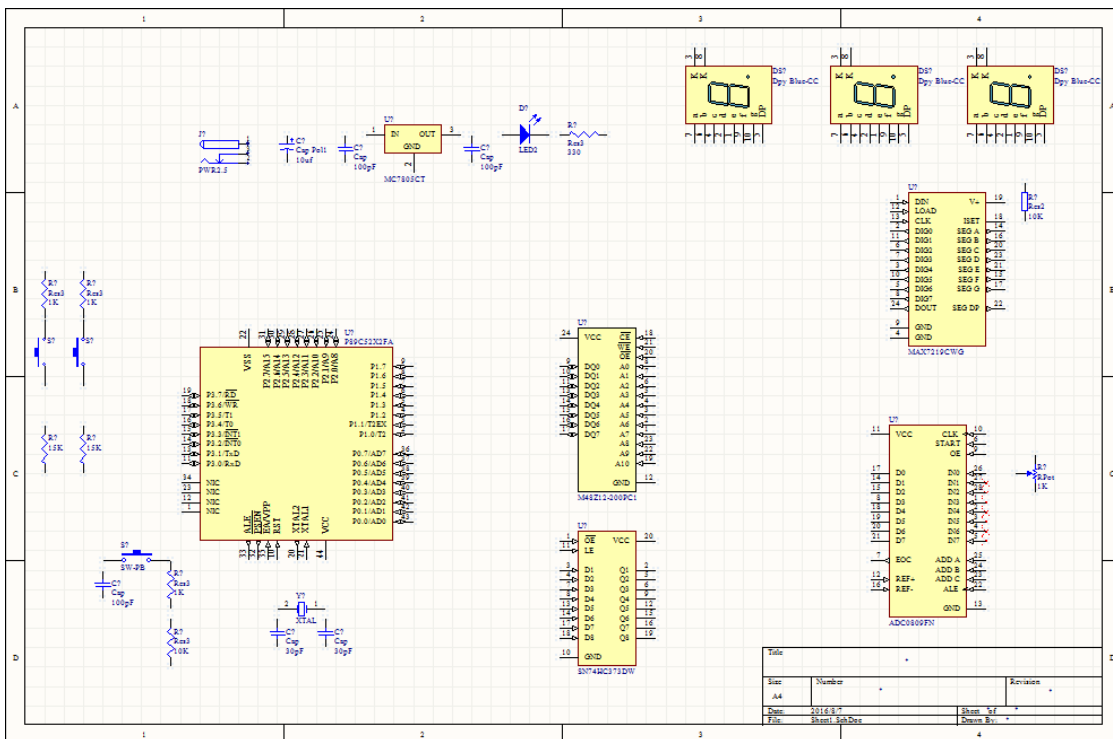

图 4-68 元件摆放位置
2) 按照同样的方法, 放置表 4-1 中的其他元件。元件的摆放位置可参考图 4-68。